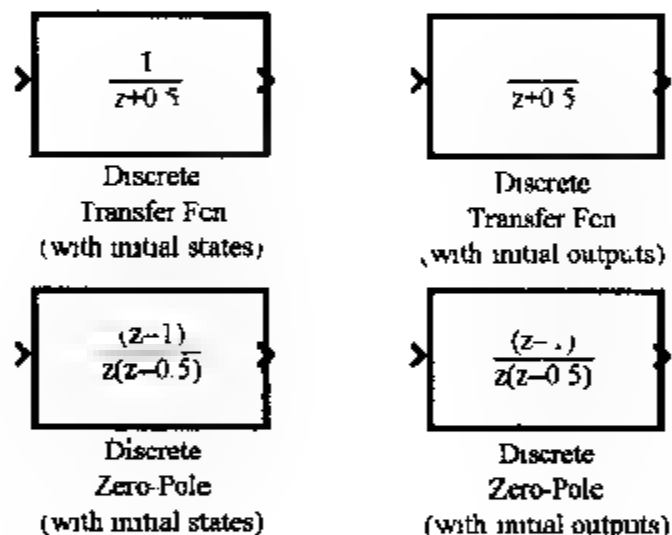

图 6.53 附加离散库中的模块
1) 附加离散库包含的模块如图 6.53 所示。有: 两个离散传递函数模块(具有初始状态、初始输出各一), 两个离散零极点模块(具有初始状态、初始输出各一)。